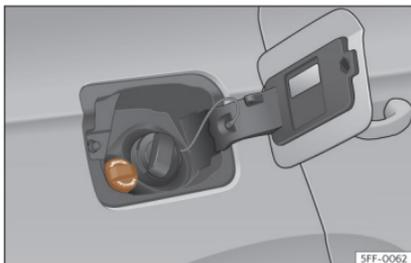

Fig. 204 Tappo di rabbocco del serbatoio di AdBlue.
- Aprire lo sportellino del serbatoio »» **fig. 204**.
- Ruotare verso sinistra il tappo del bocchettone di riempimento dell'SCR »» **fig. 204**.